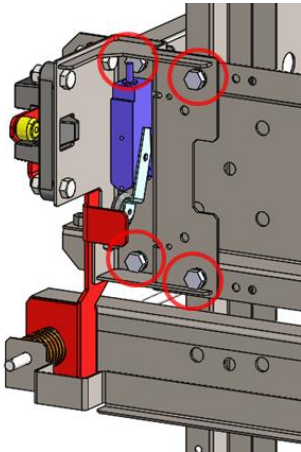

Fig. A-2 松开安全钳安装支架的 M12 螺栓。
2. 松开安全钳安装支架的 M12 螺栓 (参照图 A-2)。